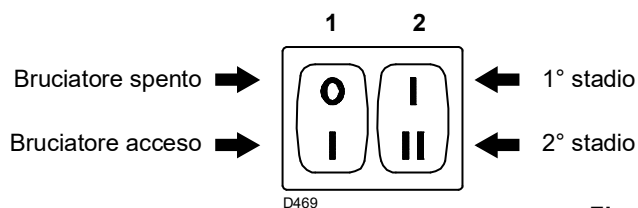

Fig. 24
- l'interruttore 1)(Fig. 24) in posizione "Bruciatore acceso";
- l'interruttore 2)(Fig. 24) in posizione "1° stadio".
Mettere ora l'interruttore 2)(Fig. 24, pag. 24) in posizione 2° stadio: il servomotore aprirà la serranda aria e, contemporaneamente, aprirà pure la farfalla del gas a 90°.
Mettere l'interruttore 2)(Fig. 24, pag. 24) in posizione 1° stadio: il servomotore 1) chiuderà la serranda aria e, contemporaneamente, chiuderà pure la farfalla del gas fino a 15°, cioè fino alla regolazione fatta in fabbrica.
- Se bisogna aumentarla, passare in 2° stadio azionando l'interruttore 2)(Fig. 24, pag. 24) ed aumentare un poco l'angolo della leva arancio con piccoli spostamenti successivi, cioè portarsi dall'angolo 15° a 17° - 19°....
- Spegner il bruciatore agendo sull'interruttore 1)(Fig. 24, pag. 24);